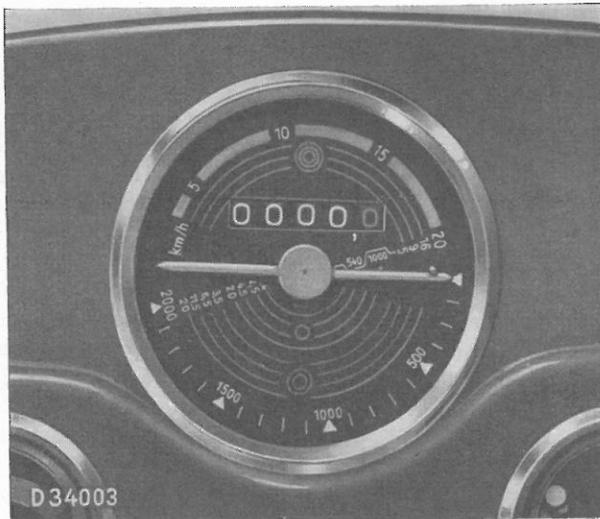

fig. 58 Tractomètre
**Le tractomètre** (fig. 58) facilite l'emploi rationnel du tracteur en toutes conditions de fonctionnement, permettant un choix judicieux de l'une des nombreuses vitesses possibles (v. aussi chapitre 20 et table des vitesses dans l'annexe). Pour chaque travail plusieurs vitesses peuvent être employées: